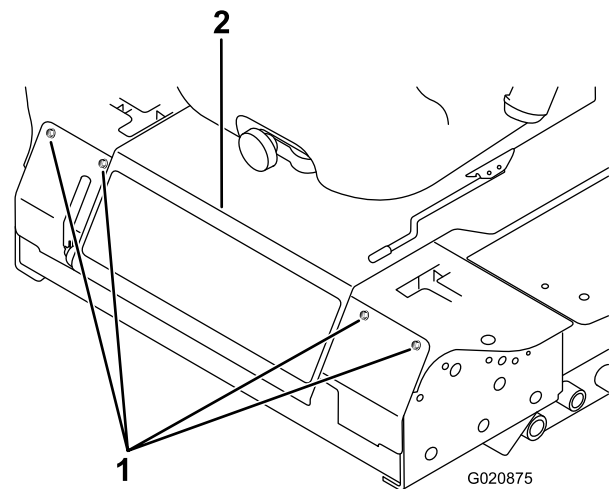

Bild 52
3. Nehmen Sie die Schrauben ab, mit denen die Frontplatte befestigt ist, und nehmen Sie sie ab (Bild 52).